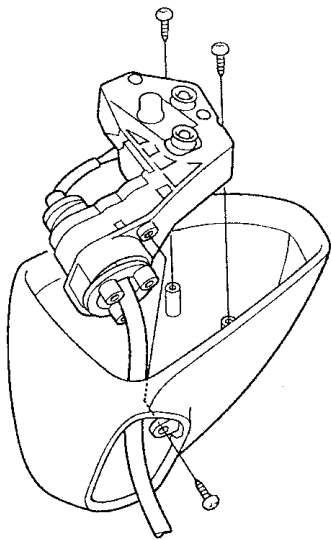

图 12-90 拆卸执行器螺钉
- 6) 如图 12-90 所示拆卸 3 个固定螺钉和执行器。